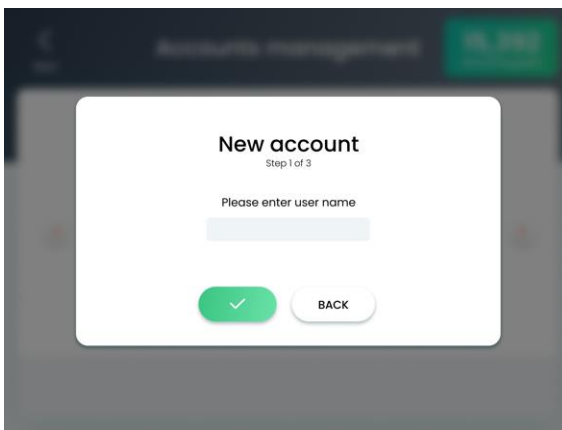

Figure 6-2. Écran New Account (Nouveau compte) (étape 1 sur 3)
2. Dans l'écran Accounts (Comptes), appuyez sur le bouton **New Account** (Nouveau compte) ; l'écran New Account (Nouveau compte) (étape 1 sur 3) apparaît, comme illustré à la Figure 6-2.